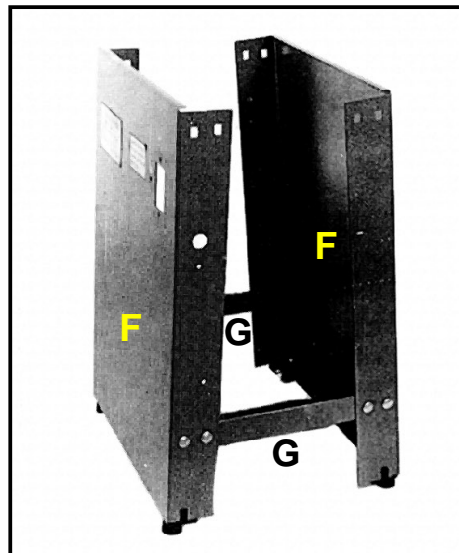

Figura 11 – Montaggio del banco.
1. Assemblate le due piaste (F) e le due staffe (G) assieme, come mostrato in figura 11.